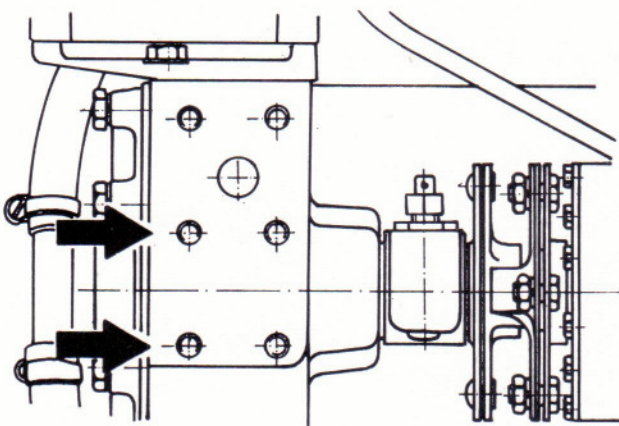

Bild 185
- **Beim Einbau des Motors ist folgendes zu beachten: Die steergehäuseseitige Motoraufhängung (Ansaugseite) am Kurbelgehäuse hat sechs Gewindelöcher. Beim Befestigen des Motors ist zu beachten, daß die beiden unteren, vorderen Bohrungen Durchgangsbohrungen sind, die durch die Befestigungsschrauben verschlossen werden. Die maximale Einschraubtiefe dieser Schrauben darf nicht mehr als 15 mm betragen (Sechskantschrauben M 10 × 25). Bei Verwendung längerer Schrauben wird das Antriebsrad des Einspritzpumpenantriebes blockiert und es kann zum Bruch desselben kommen (Bild 185).**